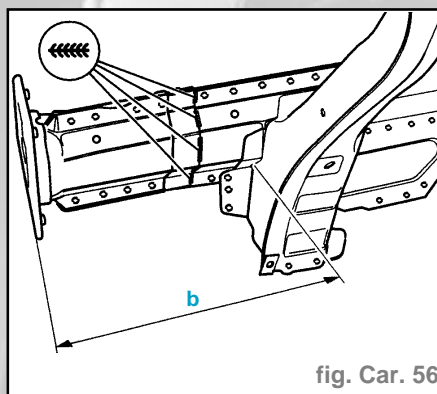

fig. Car. 56
- Cote **b = 240 mm** (fig. Car. 56).